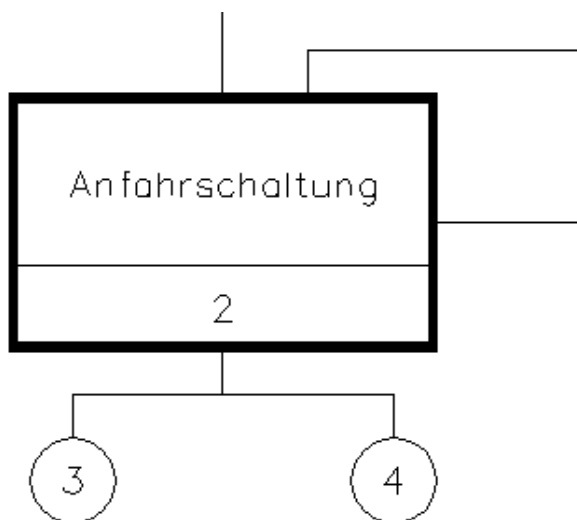

Bild 1.22 – Die Rücksprungpunkte des Zustandes *Anfahrerschaltung*.
- Fügen Sie einen weiteren Rücksprung nach Punkt *4 - Betrieb Stufe 2* hinzu (Abb. 1.22).